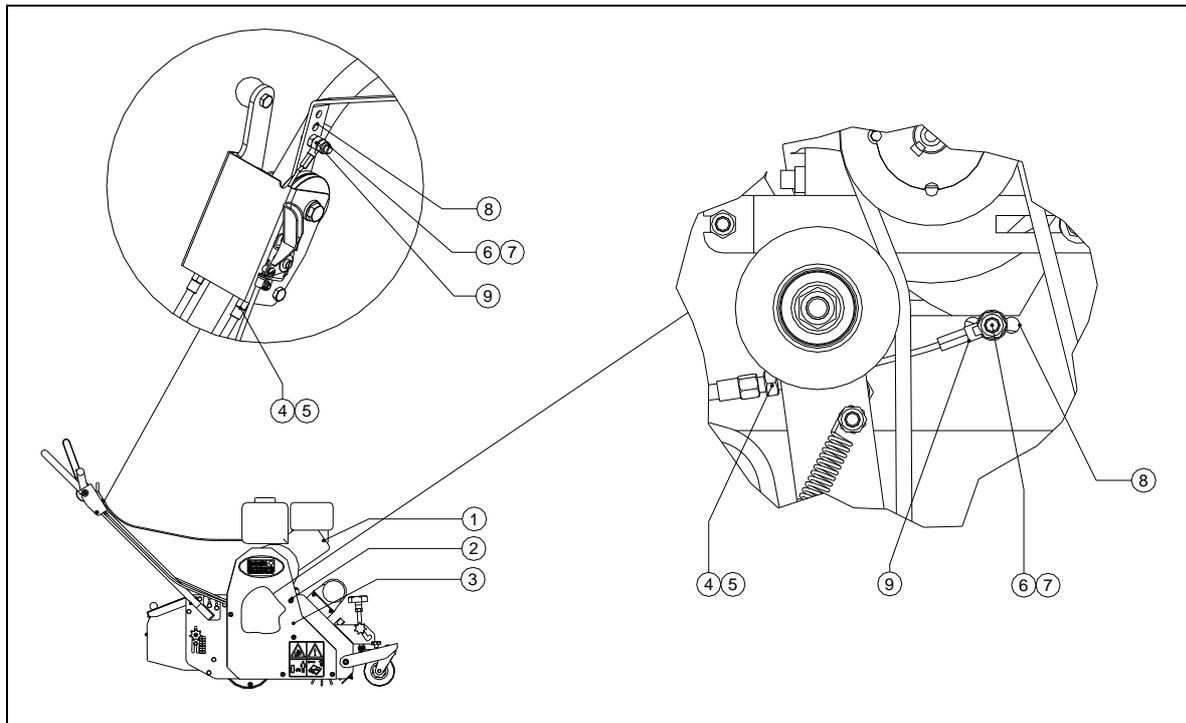

Fig. 18
2. Rullo di tensione attivabile per la trasmissione dell'intera macchina (1). (si veda la Fig. 18)
Rullo di tensione attivabile per la trasmissione dell'intera macchina. (si veda la Fig. 18)